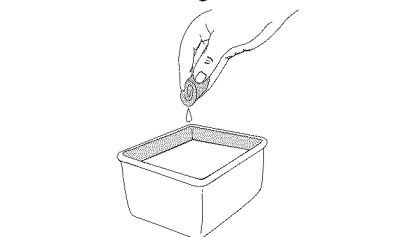

Fig. 15
3. Lave el filtro con agua y detergente (Fig. 15). Enjuague bien el filtro. Escorra el exceso de agua. Déjelo secar por completo.